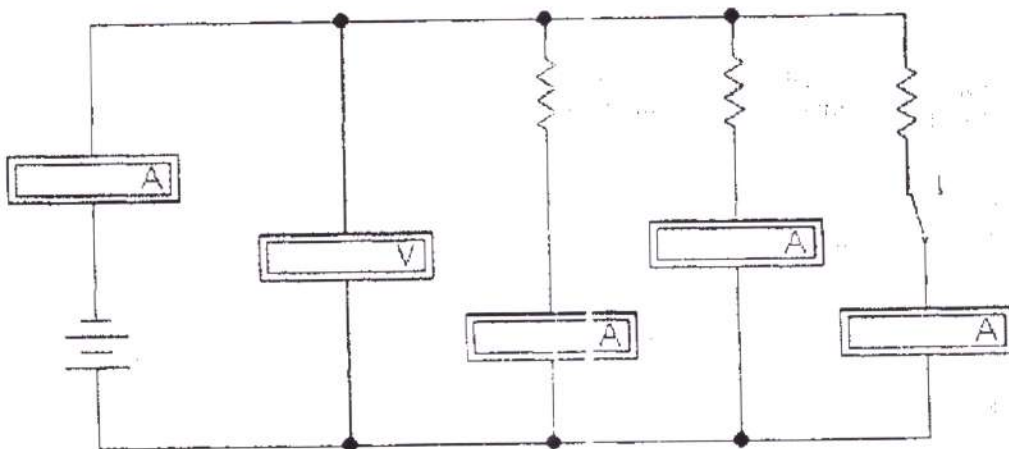

Рис.2.
- 4.1. Собрать электрическую цепь по схеме Рис.2.